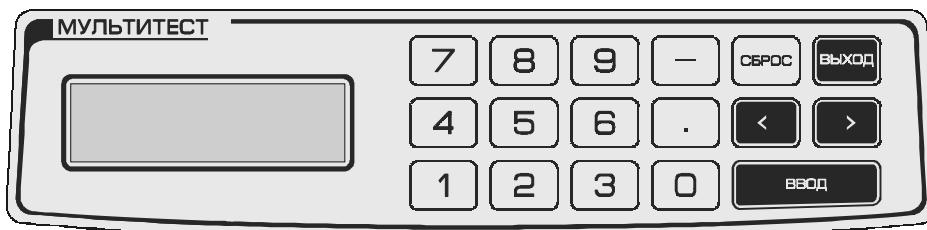

Рис. 1. Вид лицевой панели.
3.1.2. Клавиатура расположена справа на лицевой панели прибора (рис.1) и предназначена для ввода информации. Клавиатура содержит цифровые клавиши, клавишу "." (далее ТОЧКА), клавишу "-" (далее МИНУС), служебные клавиши СБРОС, ВВОД, ВЫХОД, " \leftarrow " и " \rightarrow " (ВЫБОР).